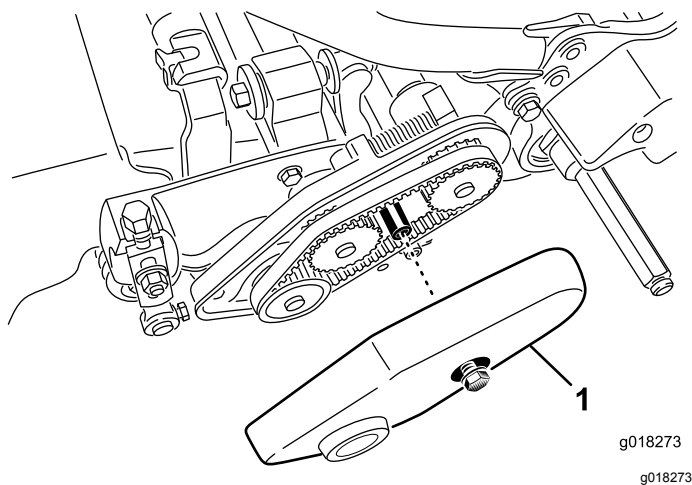

図 44
2. ベルトカバーを固定しているフランジボルトをゆるめてベルトカバーを外し、ベルトを露出させる図 44。